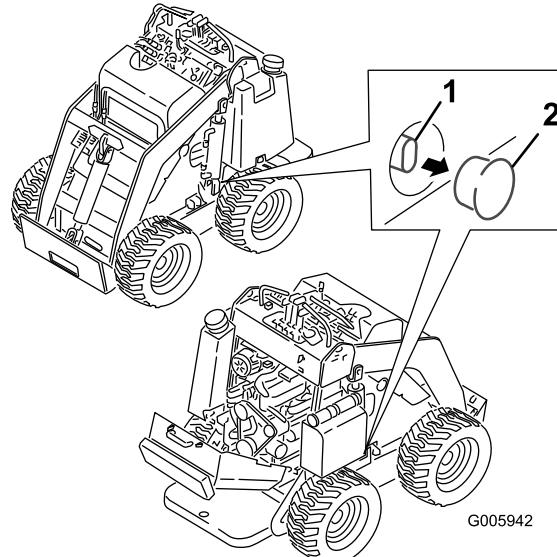

Bild 18
2. Nehmen Sie unter jedem Kraftstofftank die Stopfen ab, mit denen die Schleppventile abgedeckt sind (Bild 18).